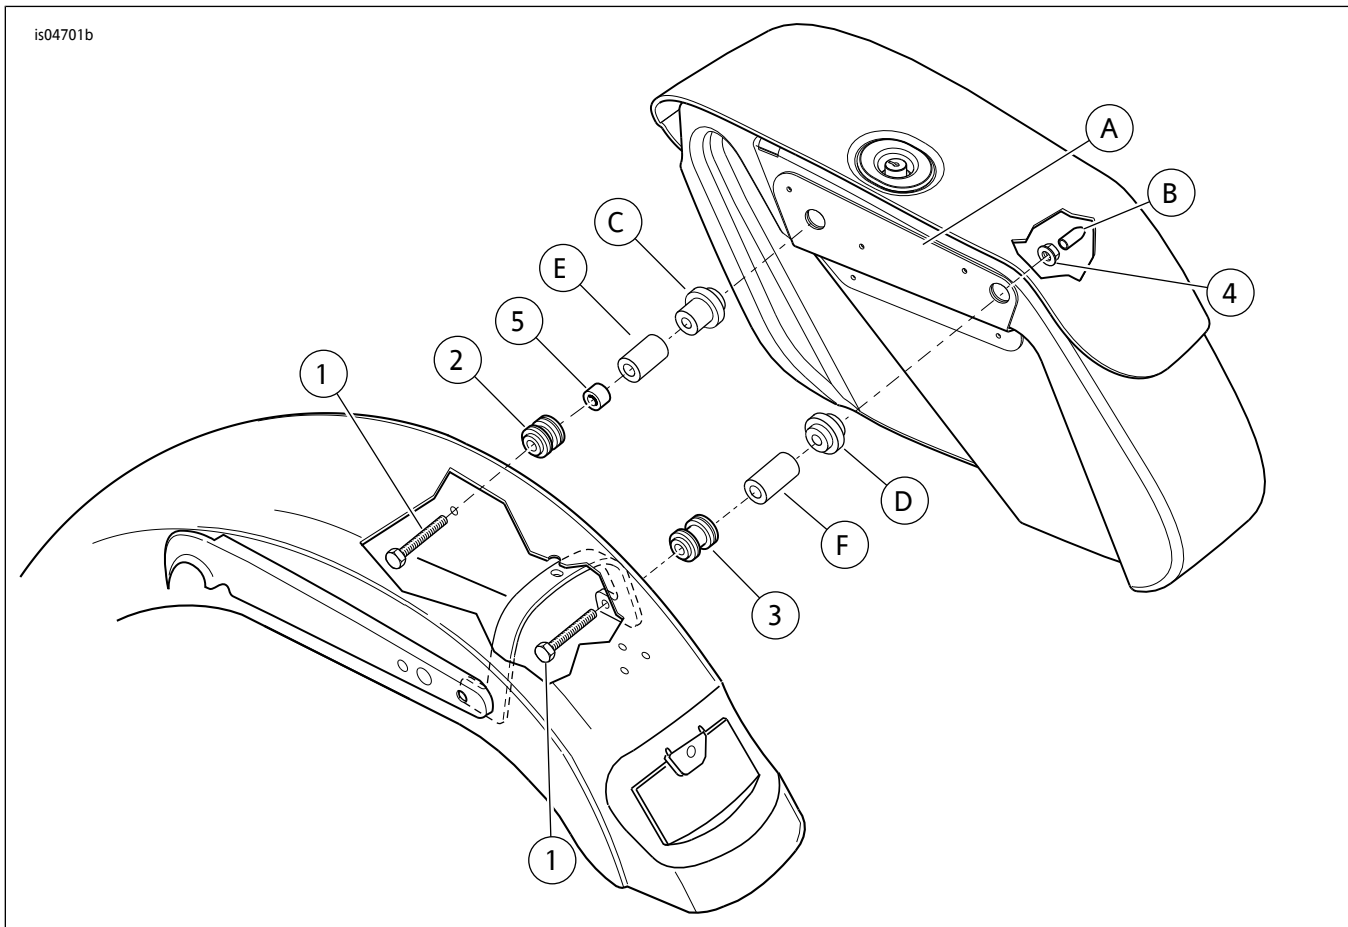

图2。维修零件：运动者带边箱车型对接五金件
参见图2和表1。
1. 对于88312-07和90201325边箱套件：参见图2。从套件中取出前对接点(2)、盖螺丝(1)和隔块(F)。注意对接点一端的小直径卡圈。从挡板下侧通过挡板前部孔、挡板支架和盖插入螺丝。将对接点置于螺丝螺纹上(卡圈端在先)。将前对接点隔块置于螺丝螺纹上，如照图示。对于90201321边箱套件：参见图2。从套件中取出前对接点(2)、盖螺丝(1)和隔块(C)。注意对接点一端的小直径卡圈。从挡板下侧通过挡板前部孔、挡板支架和盖插入螺丝。将对接点置于螺丝螺纹上(卡圈端在先)。将前对接点隔块置于螺丝螺纹上，如图所示，短端朝外。
2. 对于所有其他边箱套件：参见图2。从套件中取出前对接点(2)、盖螺丝(1)和隔块(5)。注意对接点一端的小直径卡圈。从挡板下侧通过挡板前部孔、挡板支架和盖插入螺丝。将对接点置于螺丝螺纹上(卡圈端在先)。将隔块置于螺丝螺纹之上。将前对接点隔块(5)置于螺丝螺纹上，如图所示，短端朝外。